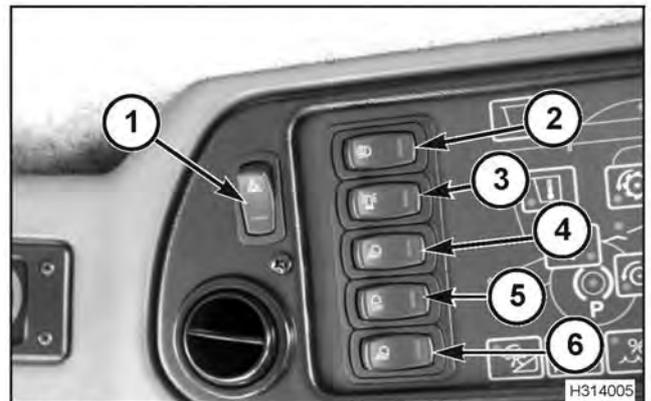

FIG. 25
FIG. 25: Interruptor de luces de destello e intermitentes (1), es un interruptor de tecla de dos posiciones que opera las luces intermitentes delanteras y las traseras color ambar (y las luces ambar del cabezal).